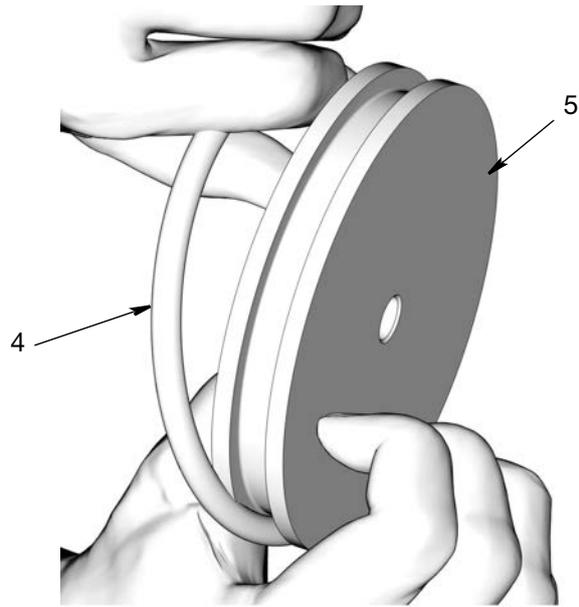

FIG. 23
- c. Retirez le joint torique (4) du piston (5) (FIG. 23).